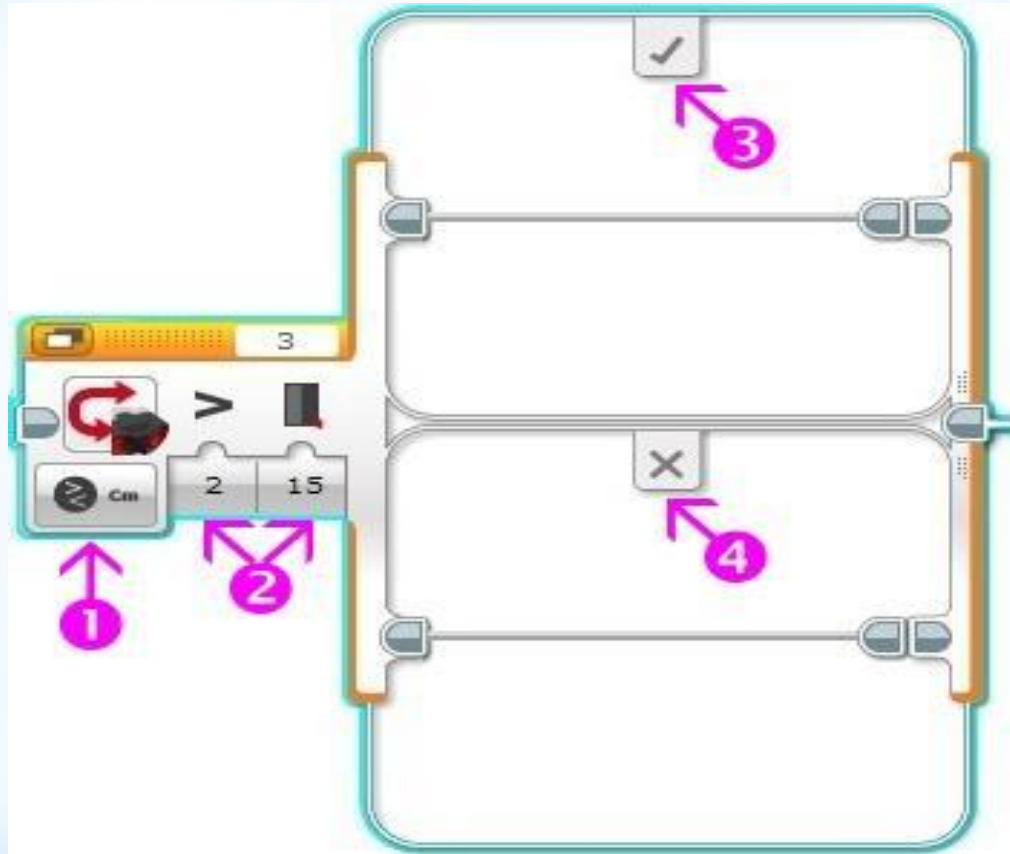

Рис. 3
- \* Мы уже знаем, что за организацию выбора выполняемых блоков в зависимости от условия отвечает программный блок "Переключатель" Оранжевой палитры. Установим для блока "Переключатель" режим "Ультразвуковой датчик" - "Сравнение" - "Расстояние в сантиметрах" (Рис. 3 поз.1). Параметр "Тип сравнения" блока "Переключатель" установим в значение "Больше"=2, а "Пороговое значение" определим равным 15 (Рис. 3 поз. 2). Такие настройки программного блока "Переключатель" приведут к следующему поведению программы: При показаниях ультразвукового датчика больше 15 см будут выполняться программные блоки, помещенные в верхний контейнер (Рис. 3 поз. 3), в противном случае будут выполняться программные блоки, помещенные в нижний контейнер(Рис. 3 поз. 4).